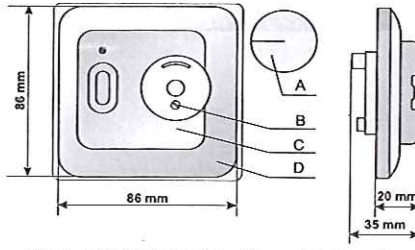

Fig. 1 - Main components and thermostat dimensions
Der Thermostat wird in der Wand, in einer Kunststoff-Anschlussdose mit freier Luftzirkulation, in einer Höhe von 1,6 Metern installiert. Der Temperaturfühler ist in einem Leerrohr zu verlegen. Das Leerrohr mit dem Temperaturfühler wird zwischen zwei Mäandern (Heizschleifen) positioniert. Stellen Sie den Thermostatknopf (A) auf 25°C. Abziehen des Thermostatknopfes (Abb. 1). Gehäusedeckel abschrauben (B und C) und entfernen (D). Nach dem Schema, die Zuleitungen von hinten verdrahten (Abb. 2). Die Zuleitungen müssen fest in die Klemmen eingespannt werden. Den Thermostat in die Kunststoff-Anschlussdose einführen, den Gehäusedeckel montieren und den Thermostatknopf wieder aufstecken.